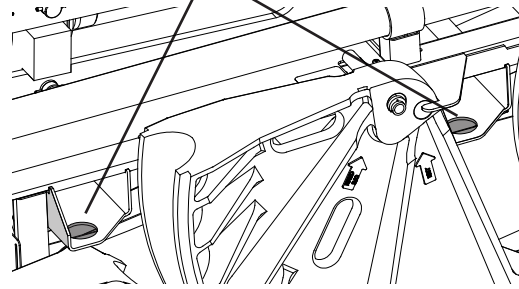

Figure 22
6. Fixer les outils et accessoires desserrés dans leurs espaces de stockage respectifs et fermer ou verrouiller les dispositifs de sécurité pour éviter que les accessoires ne se détachent pendant le transport. Les orifices de la sangle sont situés dans les poches de fourche afin de fixer le MBTS pour l'expédition. (Fig. 22)